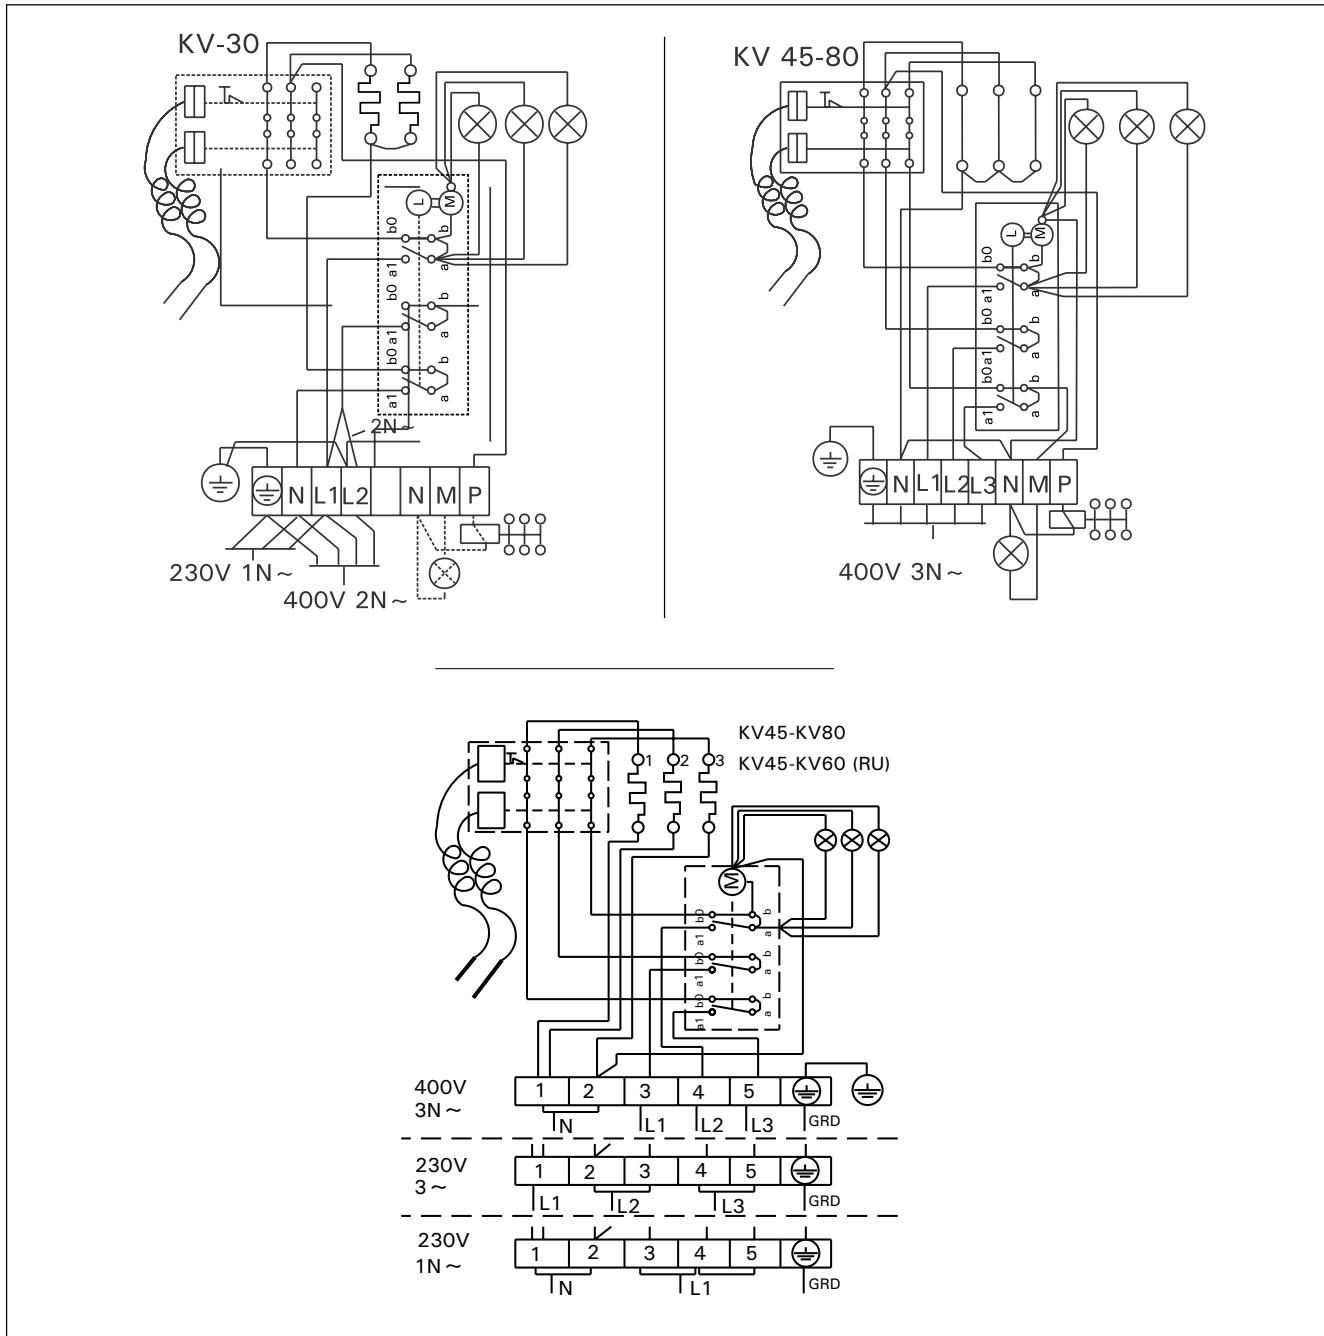

Figure 10. Connexion électrique du poêle KV30-80
- a) voyant à l'extérieur du sauna (voir les fig.10). Section du câble de connexion (voir tableau 1).
- b) commande du chauffage électrique depuis le poêle (voir figures 10)